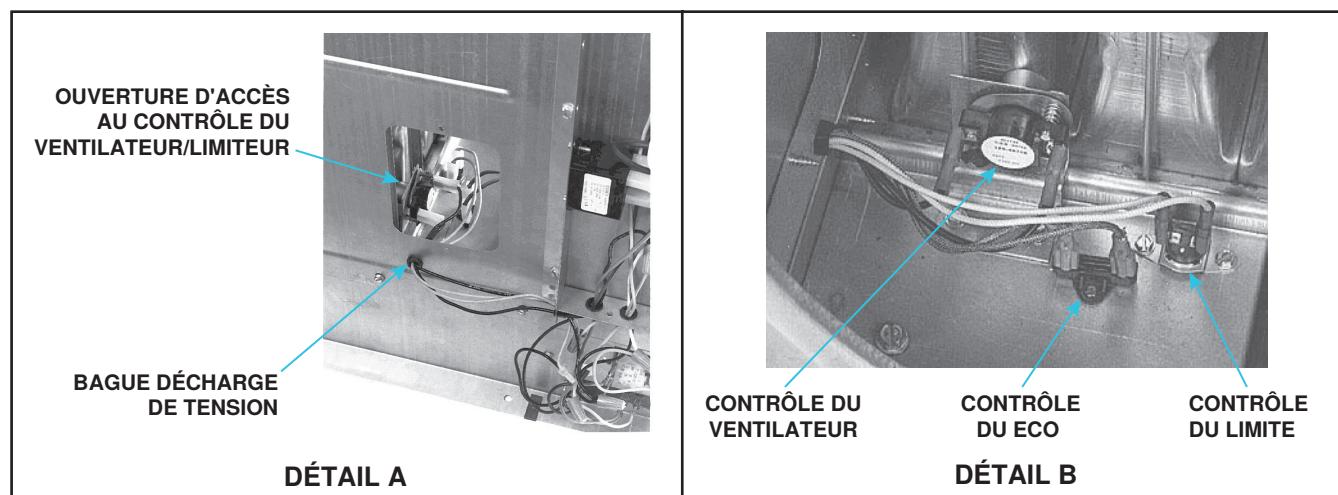

Figure 44. Câblage de contrôle ECO et de contrôle du ventilateur/limiteur
- (1) Retirez la bague de décharge de tension du panneau arrière du ventilateur.
- (2) Retirez le panneau latéral extérieur gauche—lorsque vous êtes face à l'arrière de l'appareil—et le panneau d'accès au ventilateur/à la commande de limite.
- (3) Passez la main dans l'ouverture d'accès au contrôle du ventilateur/limiteur (voir **Figure 44**, DÉTAIL A) et tirez complètement les deux fils rouges à travers le panneau du ventilateur jusqu'à l'endroit où se trouve le contrôle ECO.
- (4) Un seul fil rouge de contrôle ECO est utilisé, mais l'autre doit être remplacé. Débranchez soigneusement et jetez un fil de la contrôle ECO. Branchez la terminal isolée du fil rouge ECO fourni dans la kit à la contrôle ECO.
- (5) Faites passer les deux fils rouges de la contrôle ECO ainsi que les fils de contrôle de ventilateur/limite existants (voir **Figure 44**, DÉTAIL B) à travers la bague de décharge de tension et serrez la bague.
- (6) Branchez la terminal isolée à 90 degrés du fil rouge ECO du kit au transformateur—si le transformateur a été remplacé, branchez le fil au côté 24V où le fil bleu était connecté au transformateur existant—si le transformateur n'a pas été remplacé, débranchez le fil bleu pour brancher le fil rouge ECO du kit.
- (7) Au bornier situé à côté du transformateur, débranchez et jetez le fil bleu et connectez le fil rouge existant provenant de la contrôle ECO au même bornier.
- (8) Réinstaller le panneau d'accès au contrôle du ventilateur/limiteur.